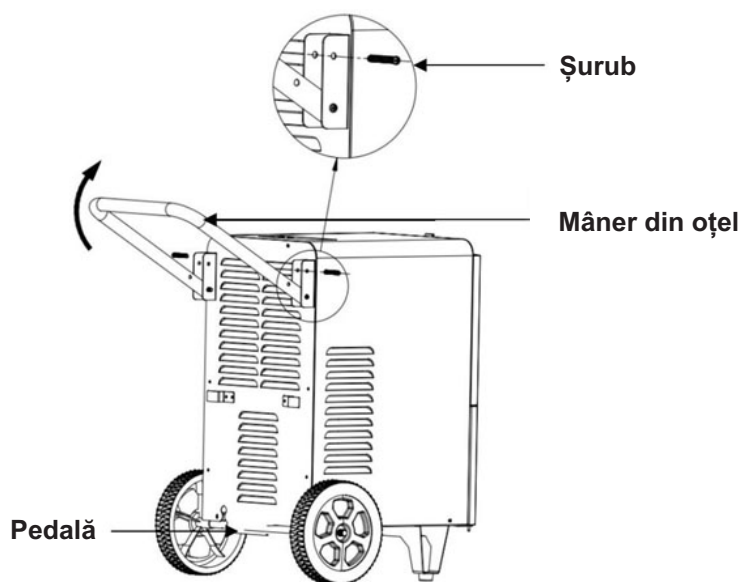

Fig. 2
- 2 Asamblarea mânerului:** După cum arată în Fig. 2., înșurubați cele 2 șuruburi în partea de sus a corpului, rotiți mânerul la 180 de grade și fixați-l cu șuruburile furnizate, în contrapозиție.